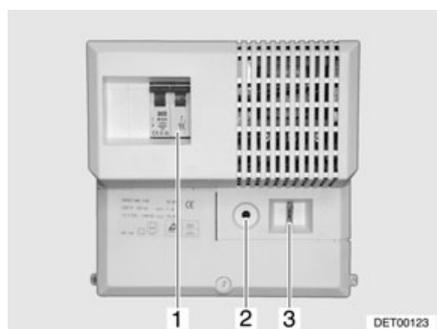

Fig. 99 Bloc transformateur
Le disjoncteur automatique 230 V (Fig. 99,1), la protection contre les surcharges (Fig. 99,2) et le fusible principal (Fig. 99,3) sont intégrés dans le bloc transformateur.
- Appuyer sur le bouton de commande de la protection contre les surcharges (Fig. 99,2) (position "Allumer").